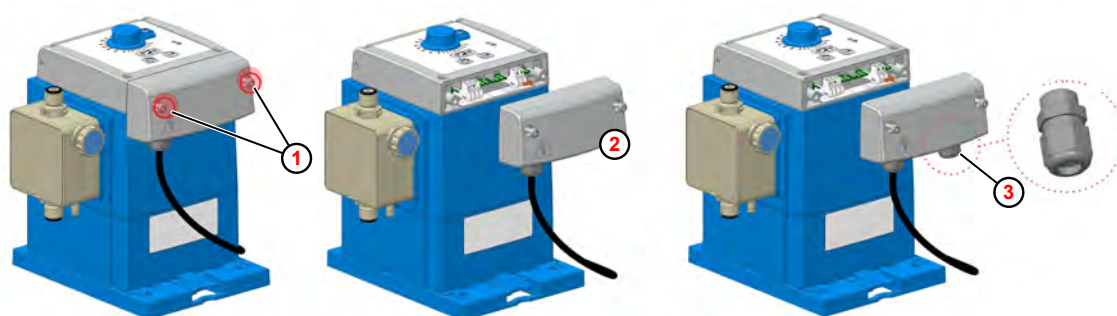

Fig. 11: Installation électrique du système « EcoPro »
① Vis du boîtier
③ Presse-étoupe
② Couvercle de bornier
1. ➤ Desserrer les deux vis du boîtier (Fig. 11 , ①). Les vis sont équipées d'un mécanisme anti-chute.
2. ➤ Retirer le couvercle de bornier ② .
3. ➤ Pour raccorder le signal d'autorisation externe, monter le presse-étoupe M12x1,5 du pack d'accessoires de la pompe à l'endroit approprié ③ .